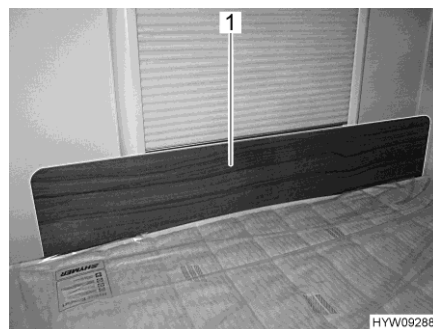

Bild 75 Skyddsplåt/fallskydd
- Sätt dit skyddsplåten (Bild 75,1) framför fönstret mellan madrassen och fönsterramen. Klämverkan på madrassen som håller fast skyddsplåten i dess position framför fönsterramen.